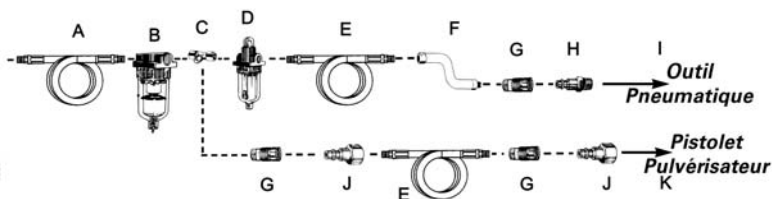
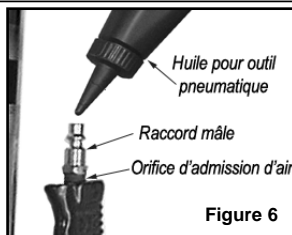

Figure 1
Figure 6
5. Branchez l'outil au raccord rapide du tuyau d'air. **REMARQUE : Il est recommandé d'utiliser un tube flexible à raccordement à pivot (P012-0079SP - non inclus) afin d'empêcher que le tuyau d'air ne s'entortille ou ne se plie et de prévenir son usure excessive (voir l'élément F de la Figure 1 pour les connexions recommandées).**
Pour conserver le rendement optimal de l'outil pneumatique, il faut le lubrifier à chaque utilisation. Des résidus de poussière, de saleté et d'huile se logeront à l'intérieur de l'outil et en réduiront le rendement. Un huilier sur canalisation est recommandé pour lubrifier automatiquement l'outil de façon adéquate (voir Figure 1). Si ce dispositif n'est pas disponible, il est possible de lubrifier l'outil manuellement par l'orifice d'admission (voir Figure 6).